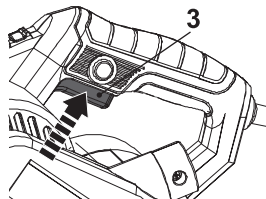

Fig. 13
1. Porniți produsul apăsând comutatorul on/off (pornit/oprit) (3) (Fig. 13).